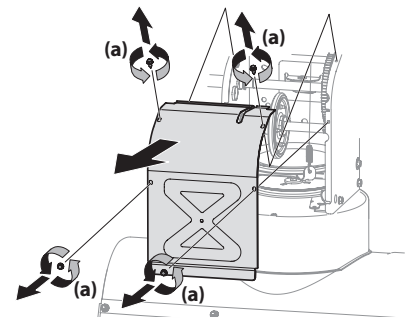

Figura 4-4
- Saque la cubierta del marco desde debajo de la unidad, para lo que debe extraer los tornillos autorroscantes (a) que la sujetan. Consulte la Figura 4-4.
5. Saque la cubierta del marco desde debajo de la unidad, para lo que debe extraer los tornillos autorroscantes que la sujetan. Consulte la Figura 4-4.